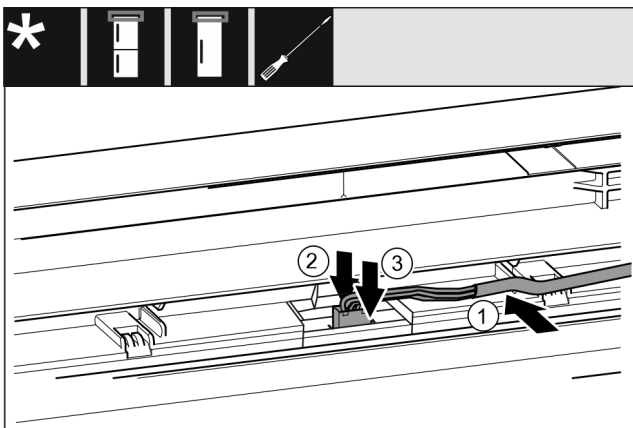

Fig. 33
- ▶ Grijs kabel in de geleiding in de bovenste deur leggen. Fig. 33 (1)
- ▶ Vergrendelingslipje naar achteren drukken. Fig. 33 (2)
- ▶ Stekker vastklikken. Fig. 33 (3)